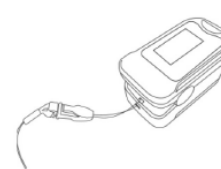

Figura 4 Montar la cuerda de suspensión
- Pase el extremo de la cuerda a través del agujero como se muestra en la figura 4.